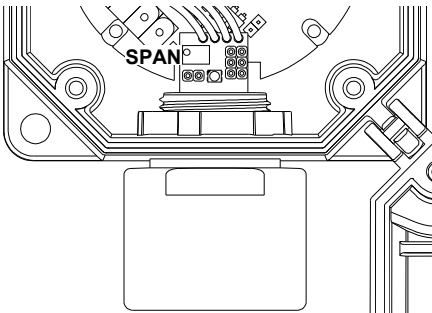

Fig. 9b: Posizione del controllo di Span sul sensore per gas Tossici.
- Regolare il trimmer 'SPAN' (indicato in Fig. 9b) fino a leggere sul multimetro una corrente uguale a quella calcolata tramite le formule. Nel caso l'operazione non riesca si potrà ripetere la sequenza dall'inizio, lasciando prima il sensore alimentato in aria pulita per almeno 10 minuti.